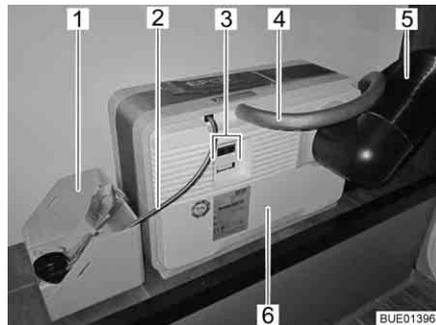
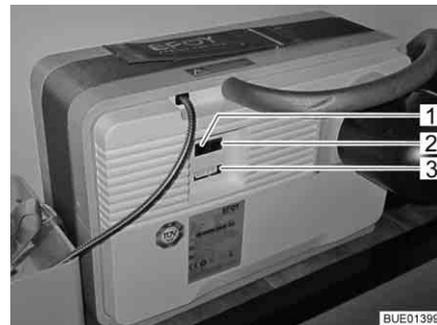
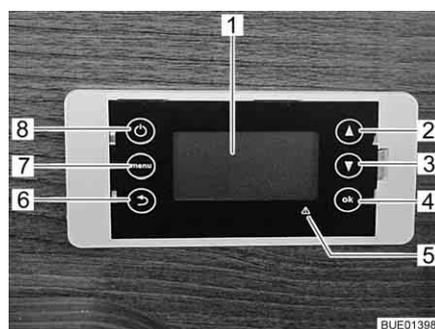

Fig. 158 Pila de combustión con cartucho de metanol
Fig. 159 Campo de conexiones de la pila de combustión
Fig. 160 Unidad de mando de la pila de combustión
La pila de combustión se compone de varios componentes que están instalados en el compartimento de almacenamiento trasero (Fig. 158), así como de una unidad de mando (Fig. 160) en el habitáculo.
En la pila de combustión (Fig. 158,6) se encuentran:
- la conexión para la manguera de aire de escape (Fig. 158,4) o la abertura de llenado para el Service Fluid (fluido de servicio)
- el tubo de calor de escape (Fig. 158,5)
- las conexiones eléctricas (Fig. 158,3) con interfaz de datos (Fig. 159,2), conexión del aparato (Fig. 159,3) y conexión para el panel de mando (Fig. 159,1)
A la pila de combustión pertenece un cartucho de metanol que está conectado a la pila de combustión (Fig. 158,6) a través de la conexión para el reabastecimiento (Fig. 158,2).
El cartucho de metanol está amarrado en el portador de cartucho de metanol (Fig. 158,1).
La pila de combustión automáticamente carga las baterías del habitáculo cuando la tensión de las baterías del habitáculo baja abajo de 12,3 V y la pila de combustión está conectada por medio de la tecla On/Off (Fig. 160,8).
El display (Fig. 160,1) de la unidad de mando es de cuatro líneas.
Con la tecla de menú (Fig. 160,7) se podrá llamar el menú principal:
En caso de averías, se encenderá la visualización de avería (Fig. 160,5) y en el display aparecerá un mensaje. El mensaje consiste de un código de error e indicaciones para la eliminación de la avería.